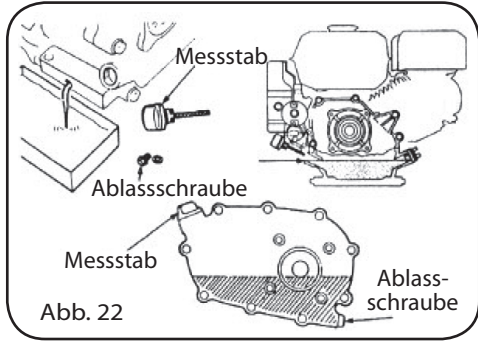

Abb. 22
a) Die Öl- und die Ablassschraube lösen, um das Öl vollständig abzulassen. Die Ablassschraube dann wieder festschrauben (Abb. 22).